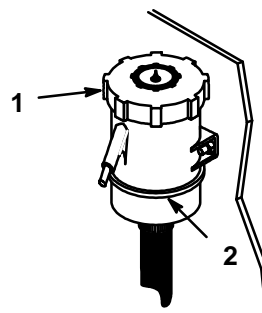

Figure 33
3. Nettoyer le pourtour du réservoir d'huile (Fig. 33) pour bien voir le niveau et ne pas introduire de saleté dans le réservoir s'il faut rajouter de l'huile.
4. Quand la boîte-pont est froide, ajouter de l'huile dans le réservoir jusqu'à la ligne de niveau maxi à froid (Fig. 33).